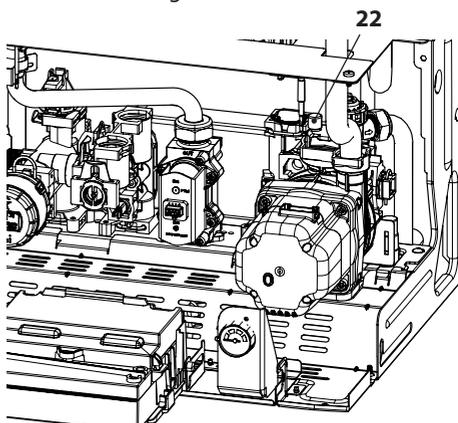

Figura 6.3
- Allentare il tappo della valvola di sfiato automatica 22 in Figura 6.3.